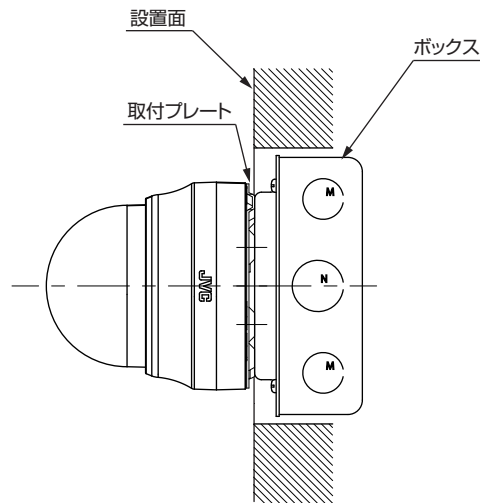

図3 落下防止ワイヤー
2. 落下防止ワイヤー(付属していません)は一方を壁や天井に、もう一方をカメラ本体の落下防止ワイヤー取付部(図3)に接続すること。
- 落下防止ワイヤー(付属していません)は一方を壁や天井に、もう一方をカメラ本体の落下防止ワイヤー取付部(図3)に接続すること。